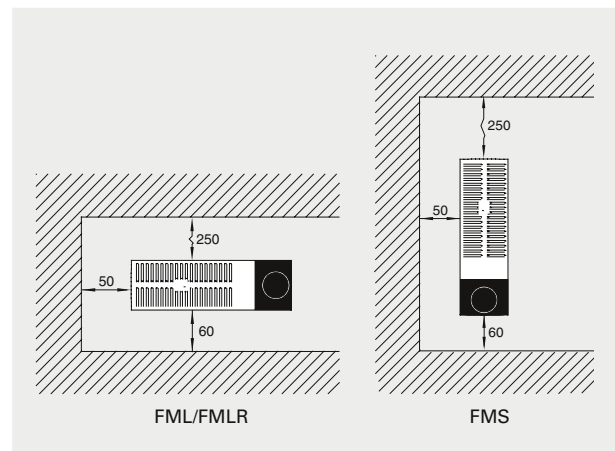

Рисунок 1: Минимальные расстояния при подвеске на стену.
Монтажные скобы для настенного крепления входят в комплект поставки. FML(R) должен устанавливаться горизонтально с правым расположением шкалы настройки термостата. FMS монтируется вертикально. Минимальные расстояния при установке приведены на рис.1.